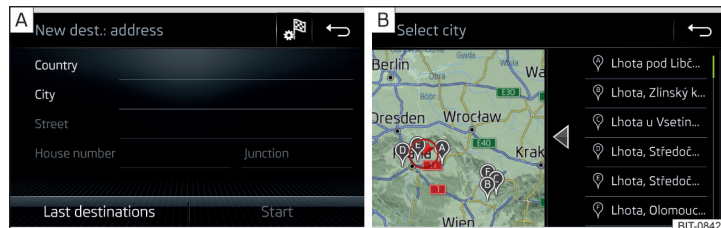

Abb. 224 Ziel über die Adresse eingeben: Hauptmenü / Liste der aufgesuchten Orte
- Die Zieladresse eingeben und anschließend bestätigen » Abb. 224 - **A**.
In Abhängigkeit von der Anzahl der aufgesuchten Orte kann automatisch eine Karte mit einer Liste der aufgesuchten Orte angezeigt werden » Abb. 224 - **B**.